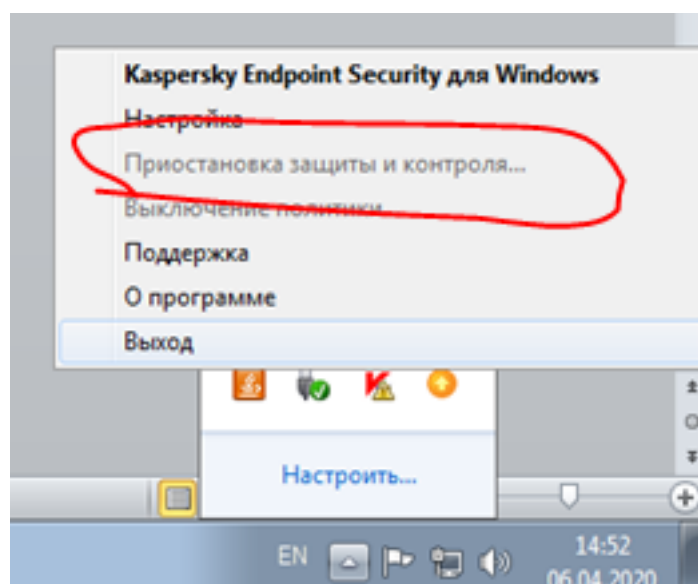

Рисунок 476 - Отключение антивируса
2. Нажмите **Приостановка защиты и контроля...** (Рисунок 476).